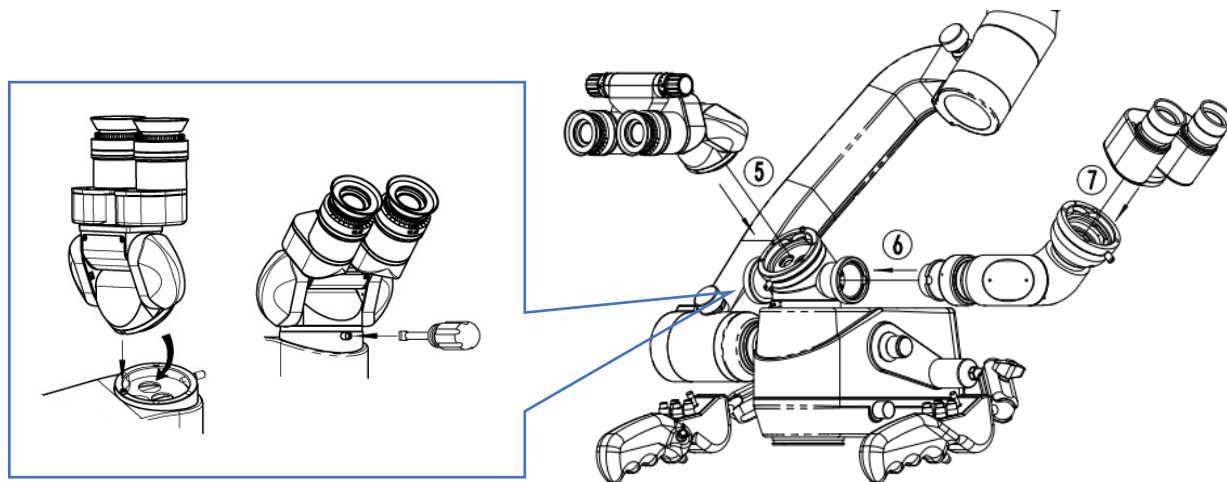

Рис. 6. Схема установки тубуса
(4) Установка главного тубуса и вспомогательного тубуса (см. рис. 6)
⑤ Извлеките главное зеркало для наблюдения из упаковки с головкой, совместите его нижние ориентировочные отверстия с ориентировочными штифтами на соединении расщепителя луча, осторожно вставьте главное зеркало для наблюдения в соединение и закрепите его стопорными винтами. См. рисунок снизу слева.
⑥ Извлеките поворотную соединительную трубку, совместите ориентировочный паз на соединительном конце вспомогательного зеркала для наблюдения на выступающей стороне соединительной поверхности расщепителя луча; убедитесь, что соединительные поверхности располагаются вплотную друг к другу, после чего поверните соединительное кольцо против часовой стрелки для завершения соединения.
⑦ Извлеките вспомогательный тубус, выполните операции, описанные в шаге 5, соедините тубус с поворотной соединительной трубкой и затяните.